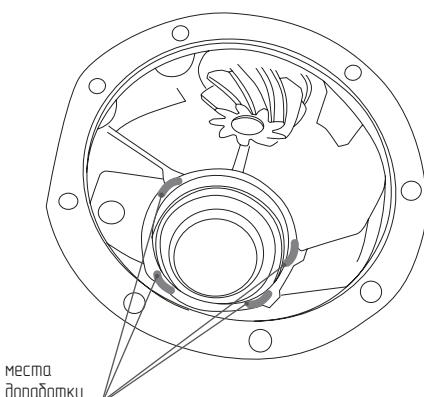
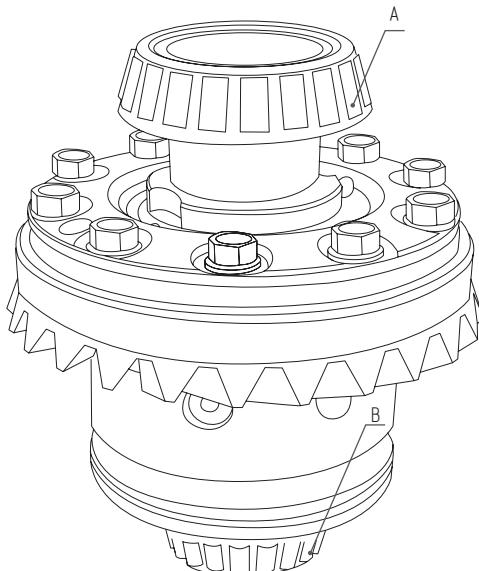

Рис. 4
Рис. 5
5. Доработайте отмеченный участок картера при помощи УШМ (см. раздел Инструменты, рис. 4)
- ① **ВАЖНО:** Убедитесь в том, что края корпуса подшипника [2.1] и кронштейна не соприкасаются со стенками картера.
- ② **ВАЖНО:** перед тем, как выкрутить болты, обратите внимание на состояние резьбы на выступающей их части. Если резьба болтов была смята в процессе выпрессовки, необходимо механически удалить поврежденные участки для сохранения целостности резьбовых отверстий в корпусе подшипника.
- ① **ВАЖНО: Болты крепления ГП закручивайте без пружинных шайб. При установке болтов используйте неразъёмный фиксатор резьбы (см. раздел Материалы).**
4. Подшипник 6-7510 устанавливается со стороны главной пары (**рис 5, [A]**). Подшипник JLM-104948110 устанавливается со стороны муфты включения (**рис. 5, [B]**).